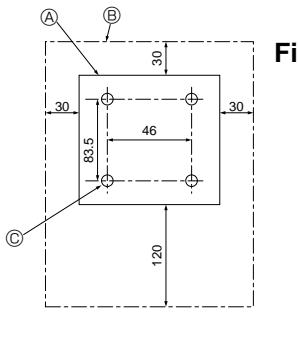

Fig. 6-2
(1) Выберите место установки пульта дистанционного управления. (Fig. 6-2)
##### [Fig. 6-2]